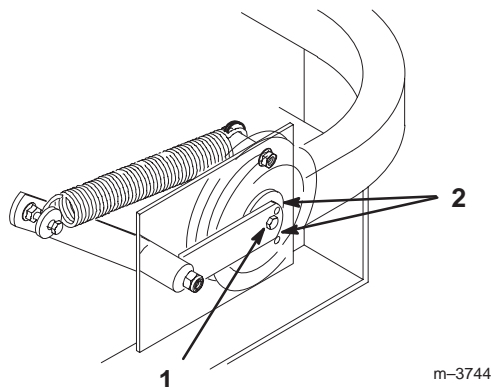

Figure 69
8. Vérifiez la tension de la courroie. Le boulon central de la poulie de tension rappelée par ressort doit se trouver entre les deux trous d'alignement de la plaque de support gauche (Fig. 69).
10. Vérifiez de nouveau la tension de la courroie. Le boulon central de la poulie de tension rappelée par ressort doit se trouver entre les deux trous d'alignement de la plaque de support gauche (Fig. 69). Réglez au besoin et serrez toute la visserie solidement.